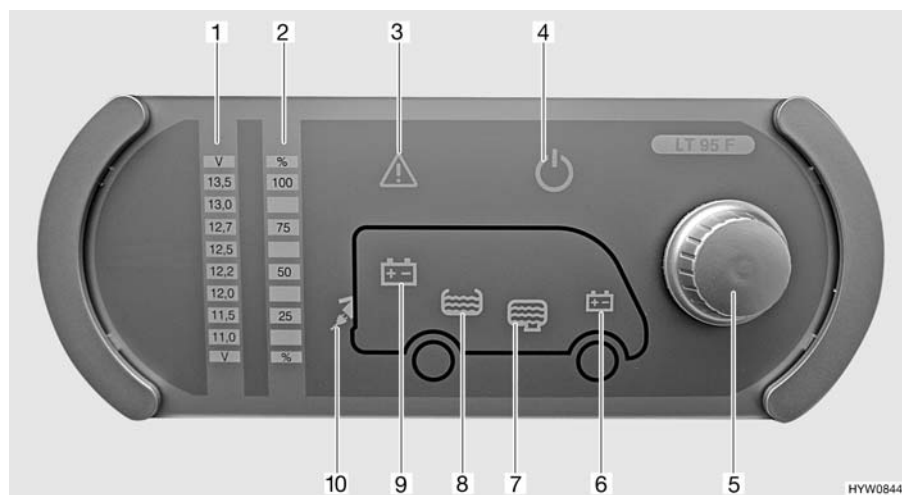

Fig. 95 Pannello di controllo (LT 95)
Il pulsante a rotazione (Fig. 95,5) inserisce o disinserisce il pannello di controllo e l'alimentazione a 12 V dell'abitacolo.
Accensione: ■ Premere il pulsante a rotazione (Fig. 95,5): L'alimentazione a 12 V dell'abitacolo è inserita. La spia di controllo a 12 V (Fig. 95,4) diventa verde.
Spegnimento: ■ Premere il pulsante a rotazione (Fig. 95,5): L'alimentazione a 12 V dell'abitacolo è disinserita. La spia di controllo a 12 V (Fig. 95,4) si spegne.
Mediante il pulsante a rotazione (Fig. 95,5) si possono interrogare sia la tensione della batteria dell'abitacolo che la tensione della batteria di avviamento. La tensione viene visualizzata sulla scala indicatore per la tensione della batteria (Fig. 95,1).
Indicazione: ■ Ruotare il pulsante a rotazione (Fig. 95,5), finché si accende il simbolo della batteria della quale deve essere interrogata la tensione.
Viene indicata la tensione della batteria dell'abitacolo (Fig. 95,9)
Viene indicata la tensione della batteria di avviamento (Fig. 95,6)
- Leggere la tensione sulla scala indicatore della tensione della batteria (Fig. 95,1).
Mediante il pulsante a rotazione (Fig. 95,5) si possono interrogare sia il livello del serbatoio dell'acqua che il livello del serbatoio delle acque grigie. Il livello viene visualizzato sulla scala indicatore livello dei serbatoi (Fig. 95,2).
- Ruotare il pulsante a rotazione (Fig. 95,5), finché si accende il simbolo del serbatoio del quale deve essere interrogato il livello.
Viene indicato il livello del serbatoio dell'acqua (Fig. 95,8)
Viene indicato il livello del serbatoio delle acque grigie (Fig. 95,7)
- Leggere il livello sulla scala indicatore del livello serbatoio (Fig. 95,2).
La spia luminosa Alarm (Fig. 95,3) lampeggia non appena i valori limite fissati vengono superati per eccesso o per difetto.
La spia luminosa Alarm (Fig. 95,3) lampeggia non appena la tensione della batteria scende al di sotto di 11 V. Se l'alimentazione a 12 V è accesa, si accende anche il relativo simbolo della batteria (Fig. 95,6 o 9), e l'indicatore "11,0" sulla scala indicatore della tensione della batteria (Fig. 95,1) lampeggia. Rischio di uno scaricamento totale della batteria.
La spia luminosa Alarm (Fig. 95,3) lampeggia ed il relativo simbolo del serbatoio (Fig. 95,7 o 8) si accende non appena il serbatoio dell'acqua è vuoto o il serbatoio delle acque grigie è pieno.
La spia di controllo a 230 V (Fig. 95,10) si accende quando all'ingresso della centralina elettrica è presente una tensione di rete.